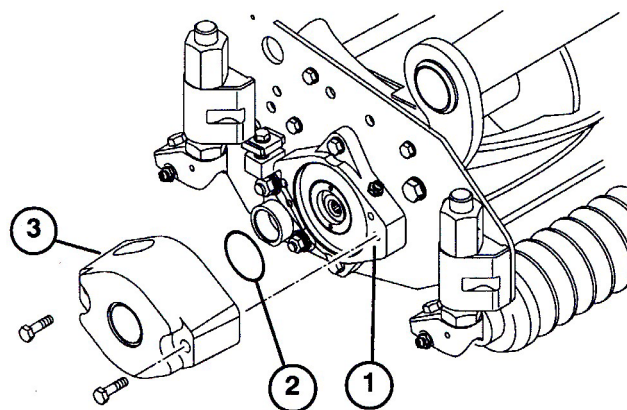

図 7
3. 大きなOリングにグリスを塗り、カッティングユニット両側のベアリングハウジングの溝にそれぞれ取り付ける (図7と10)。
4. 付属のキャップスクリューを使って、各カッティングユニットにカウンタウェイトを取り付ける (図 7)。